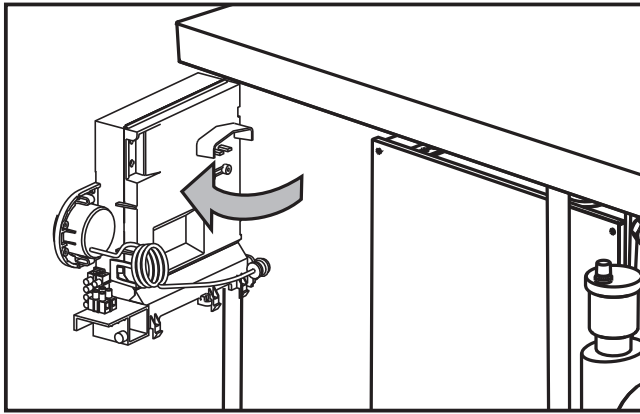

fig. 21
3. Svitare le viti e ruotare il pannello comandi (vedi fig. 21).